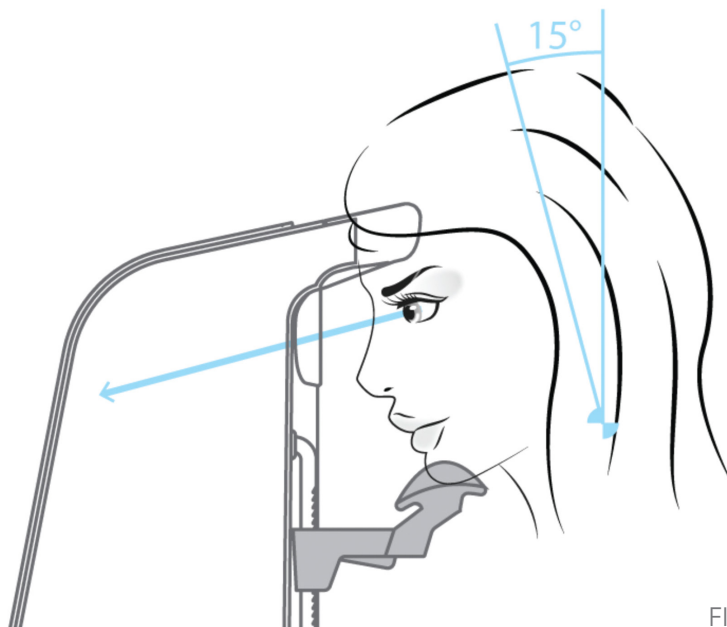

FIGURA 9
3. Ajuste a elevação do apoio de queixo para posicionar os olhos do doente verticalmente no centro da abertura de luz (Figura 9).
4. Ajuste a posição do queixo do doente sobre o apoio de queixo, conforme se mostra a seguir (Figura 9).